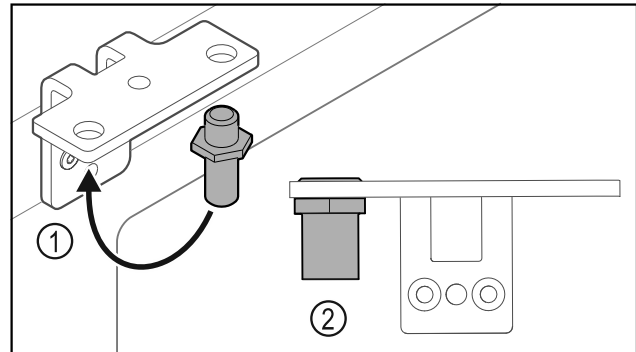

Fig. 23
- ▶ Bolzen Fig. 23 (1) im Scharnierwinkel umsetzen.
- ▶ Bolzen Fig. 23 (2) mit **Drehmoment von 12 Nm** anziehen.